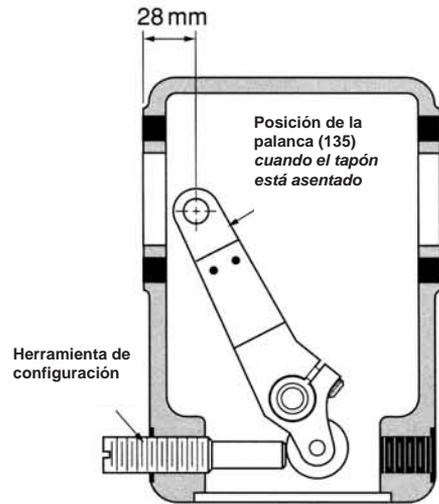

Figura 6
NOTA: Coloque con cuidado la palanca de la válvula (135) en las ranuras de modo que su extremo libre se acerque lo más posible (esto depende de las ranuras del eje del tapón) a la pared de la carcasa del yugo (Figura 6, distancia de aproximadamente 28 mm). No se debe permitir que la posición del tapón (3) cambie durante este proceso.
Dado que el asiento y el tapón son de materiales blandos, la palanca (135) debe ajustarse para que la válvula produzca la estanqueidad requerida. La manivela o la herramienta de ajuste (Figura 6) se pueden utilizar como ayuda.